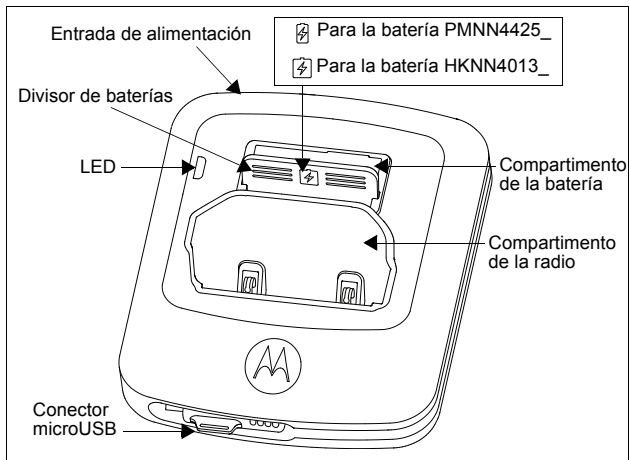

Figura 1: Cargador triple
- a. Extraiga el divisor de baterías y gírelo en función del tipo de batería que vaya a cargar. A continuación, colóquelo de nuevo en la ranura. (Consulte la Figura 1).